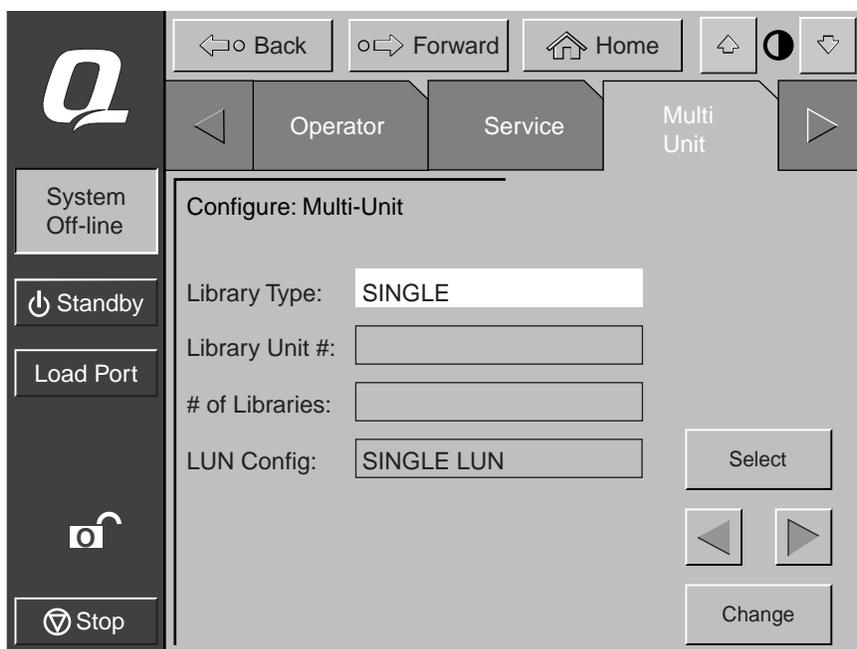

Figura 3-4. Schermata Configure Multi-Unit (MUSL)
- Immettere Single (Singola), Master oppure Slave nel campo Library Unit (Unità libreria) (vedere la Figura 3-4). La libreria collegata all'host è la libreria master. Qualsiasi libreria in un sistema a più unità può essere un master. Le librerie rimanenti sono slave.
- Immettere un numero (0-4) nel campo Library Unit # (Unità libreria) (vedere la Figura 3-4).
- ❶ Libreria 0
- ❷ Libreria 1
- ❸ Libreria 2
- ❹ Libreria 3
- ❺ Libreria 4
- ❻ Lato sinistro
- ❼ Lato destro
6. Immettere un numero (1-5) nel campo # of Libraries (N. di librerie) per il numero delle librerie nel sistema a più unità (vedere la Figura 3-4).